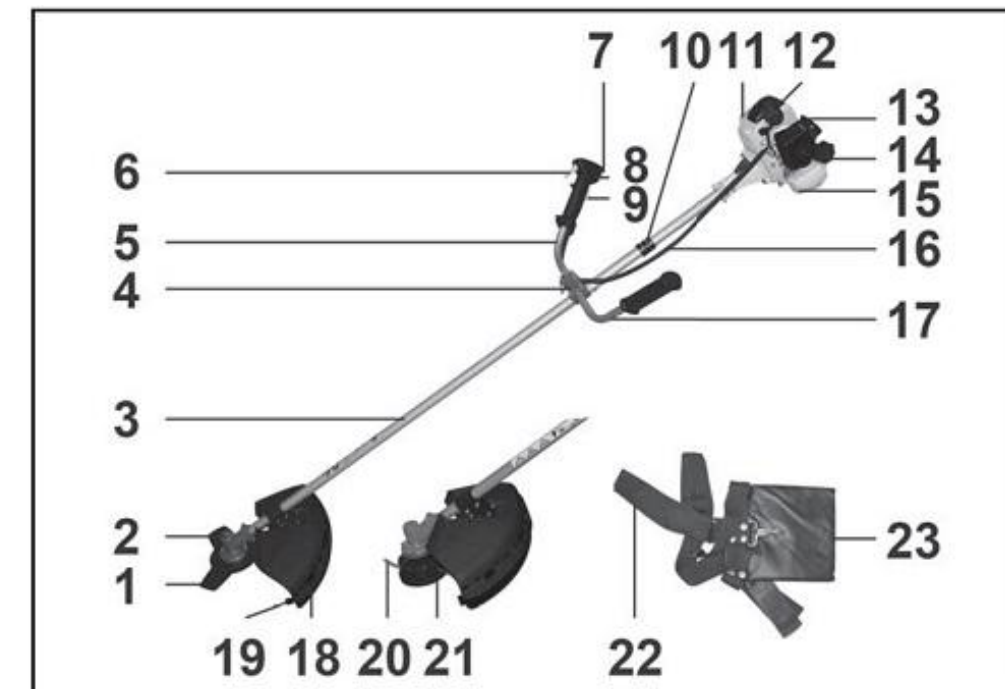

Рис. 2
5. УСТРОЙСТВО ТРИММЕРА (Рис. 2)
6.2.3. При установке обратите внимание на правильное направление обеих рукояток и убедитесь, что ваши руки будут в удобном положении при работе, Рис. 2.